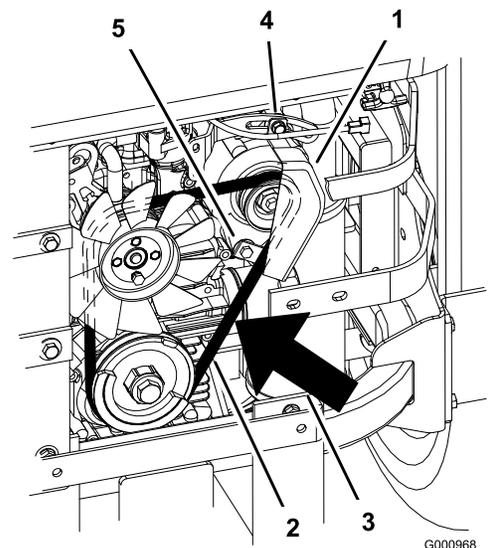

Figura 68
7. Afloje el perno inferior y retire el perno superior que sujeta el alternador y la cubierta (Figura 68).
9. Instale una correa nueva alrededor de las poleas y del alternador (Figura 68).
14. Apriete el perno inferior e instale el perno superior que sujeta el alternador y la cubierta (Figura 68).
2. Ajuste el alternador hacia fuera hasta que quede una desviación de 7 a 9 mm en la correa entre el motor y las poleas del alternador con un esfuerzo de 10 kgf (Figura 68).
5. Si la desviación es correcta, apriete los pernos inferior y superior (Figura 68).